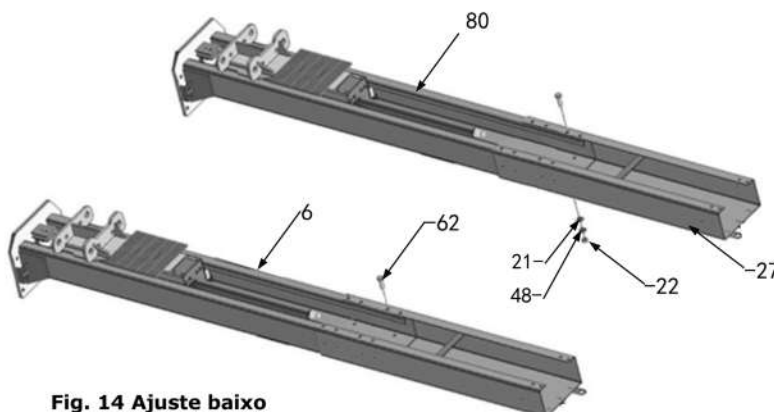

Fig. 14 Ajuste baixo
1. Para ajuste baixo, conecte o orifício superior das colunas de extensão (ver Fig. 14).